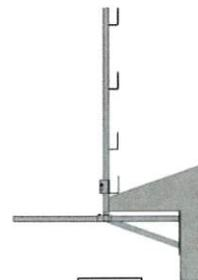

fig. 7
- Posizionare la staffa ad "L" inferiore aderente alla superficie di lavoro o comunque nella posizione più bassa possibile (fig.7 a pag 9) e quindi bloccarla, facendo scorrere la vite in dotazione verso il basso all'interno dell'asola ;